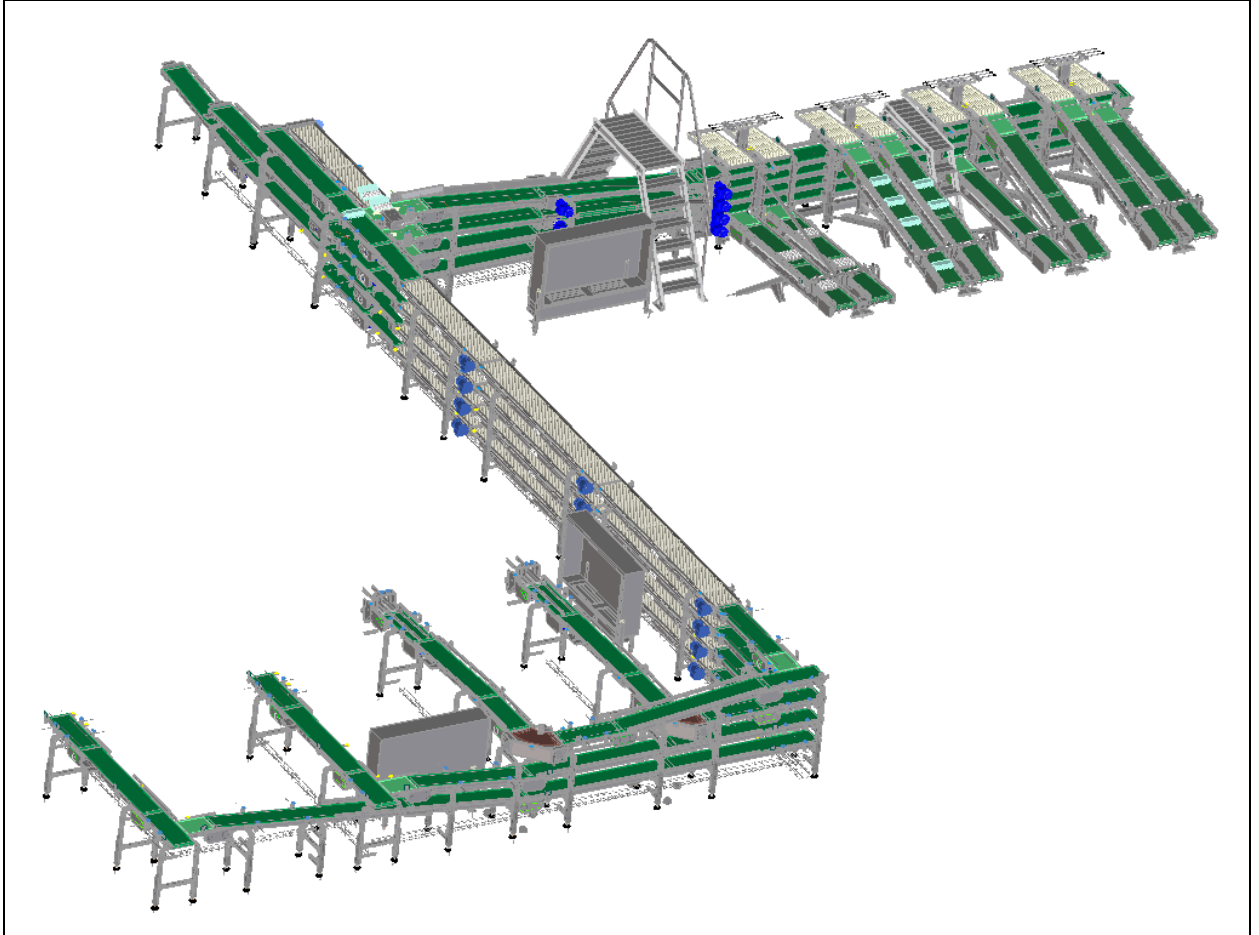

*Fig. 208 - Levelling the E.O.C*
- Level the E.O.C. See fig. 208